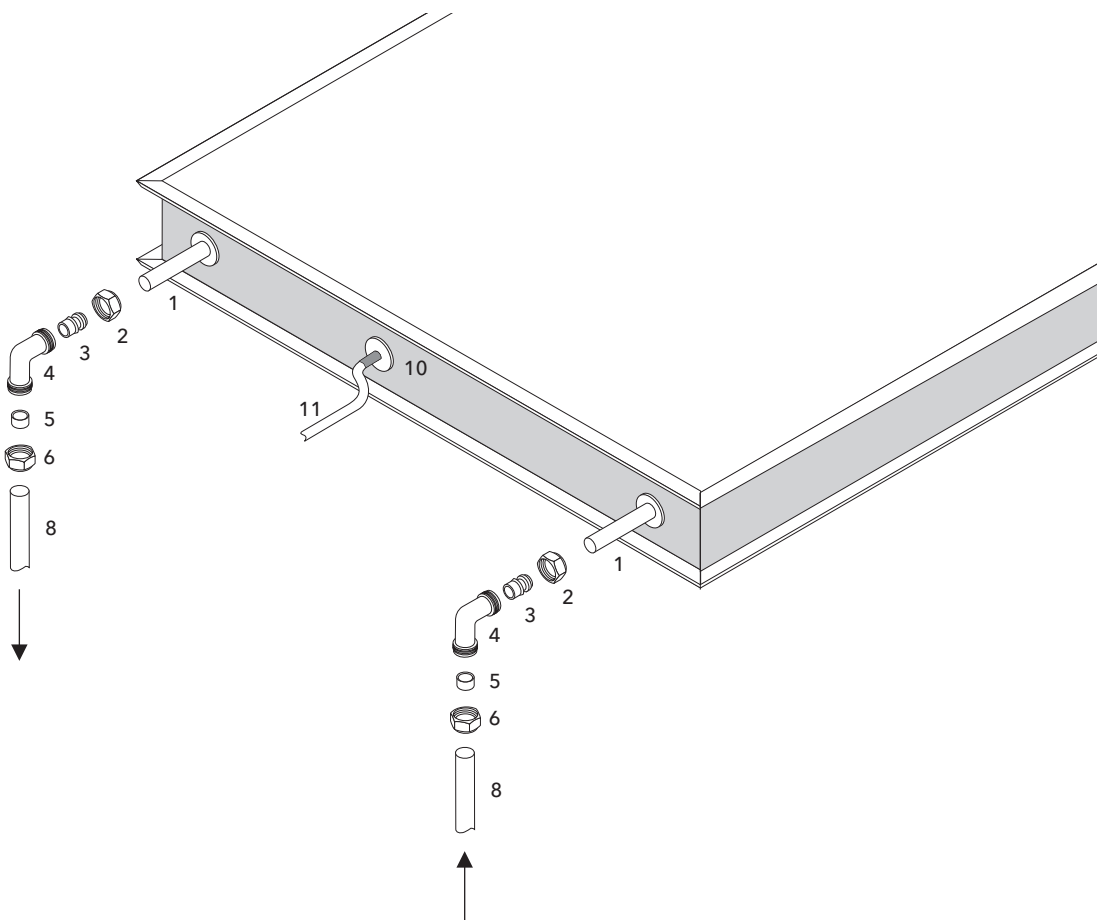
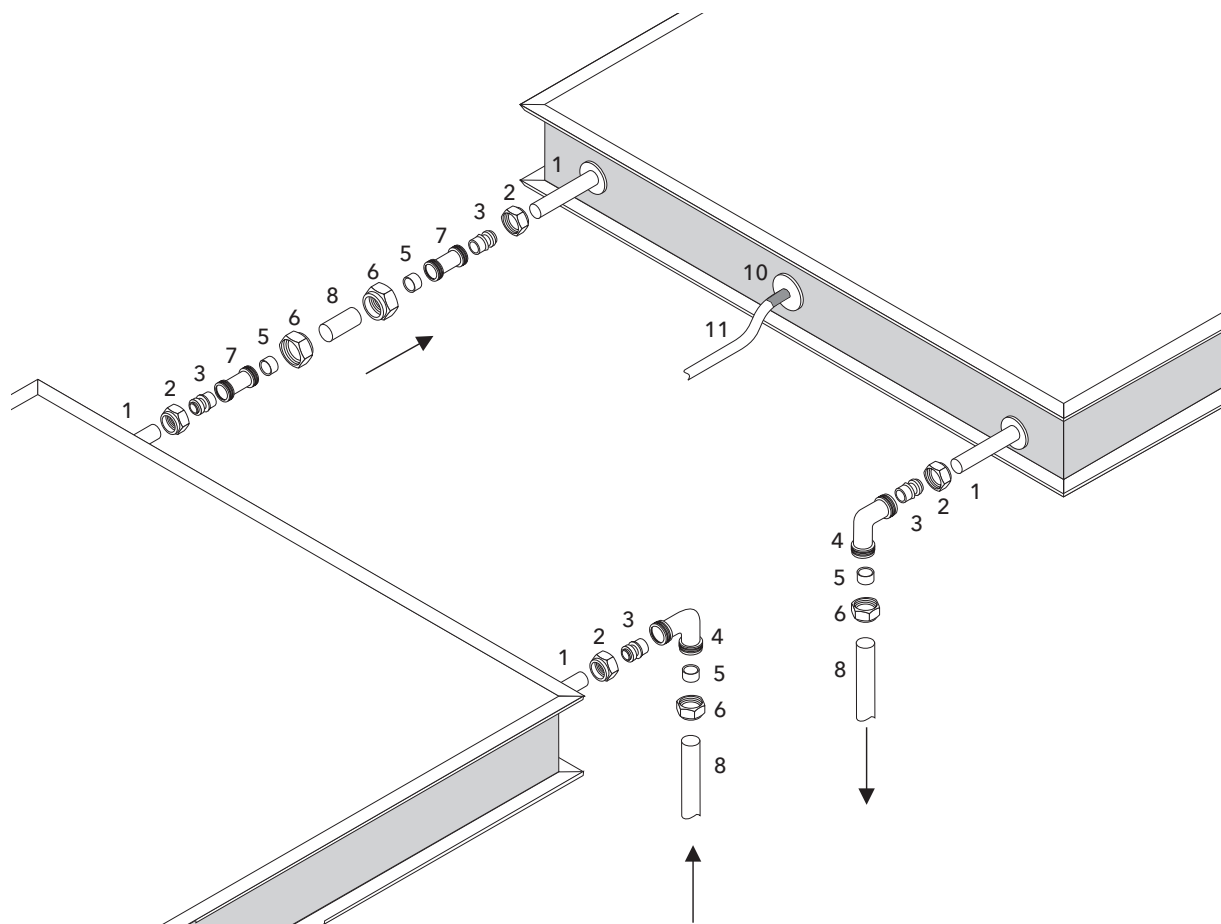

Fig. 25 Raccord du circuit solaire sur un capteur unique avec des raccords olive, mise en place de la sonde.
Fig. 27 Liaison de deux capteurs en tête bêche côte à côte.
- Le raccord entre la liaison solaire et la sortie du capteur (1) est représenté sur la figure 25: les pièces de raccord (2), (3), (4), (5) et (6) à utiliser conformément au schéma se trouvent dans le carton de livraison.
- Introduisez la sonde de température du capteur (Fig. 25, 11) dans le doigt de gant du capteur (10). Lorsque les capteurs sont superposés, utilisez le doigt de gant du capteur supérieur. La position de la sonde de température lors du montage de deux capteurs côte à côte est définie dans la figure 27. La sonde est placée sur le dernier capteur irrigué.